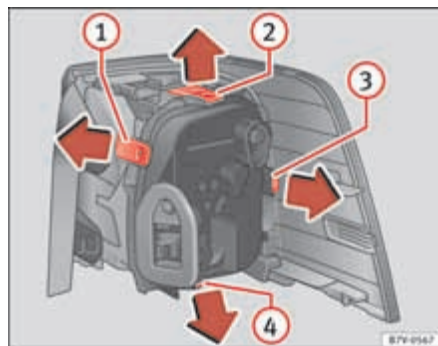

Fig. 209 Luz trasera en la carrocería: Desmontar el portalámparas. ① a ④: lengüetas de bloqueo.
9.	Para desbloquear el portalámparas, presione las lengüetas de bloqueo ⇒ página 346, fig. 209 ① a ④ en el sentido de la flecha.